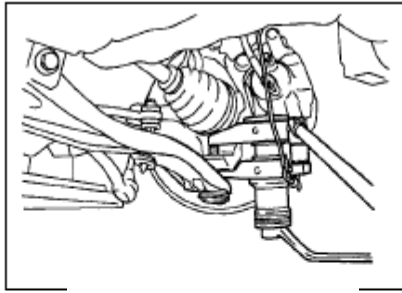

Рис. 121
(1) Отсоедините шплинт и гайку
(2) С помощью съёмника шаровых шарниров, отсоедините блок левого нижнего коромысла от поворотного кулака(рис. 121)